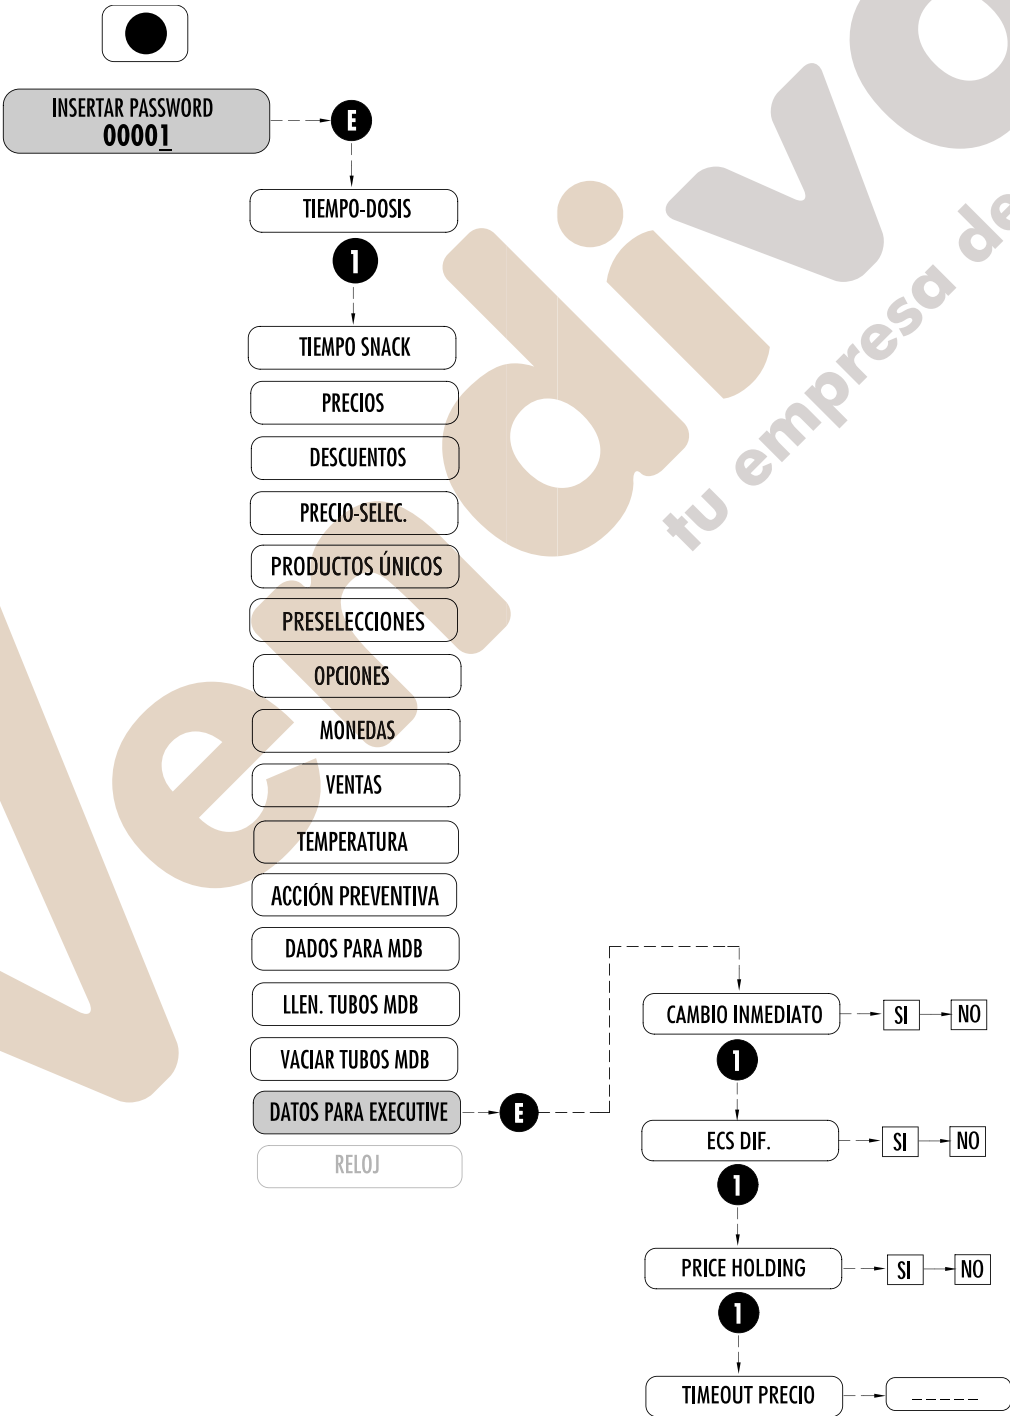

Fig. 7.18
7.2.16 DATOS PARA EXECUTIVE (Fig. 7.18)